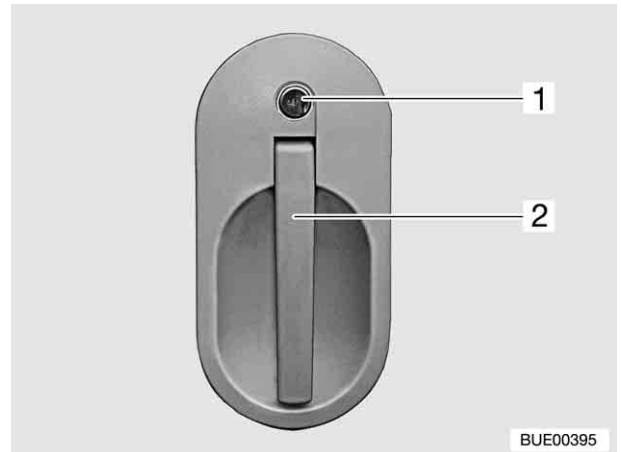

Fig. 18 Serrure de la porte cellule, à l'extérieur (variante 2)
- Insérer la clé dans le barillet (Fig. 18,1) et la tourner dans le sens inverse des aiguilles d'une montre jusqu'à ce que la serrure soit déverrouillée.
- Ouvrir la porte en tirant sur la poignée de la porte (Fig. 18,2).
- Insérer la clé dans le barillet (Fig. 18,1) et la tourner dans le sens des aiguilles d'une montre jusqu'à ce que la serrure soit verrouillée.